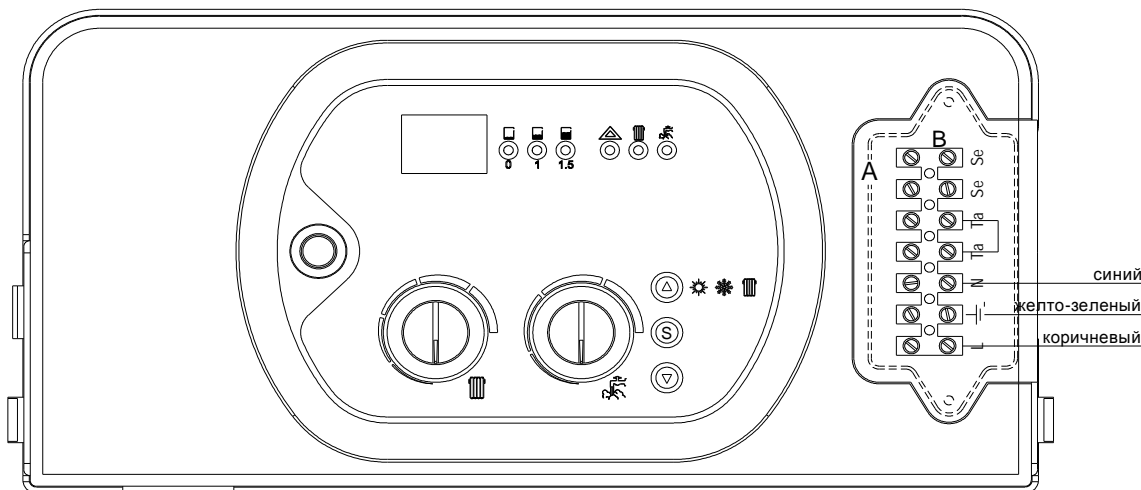

Рисунок 14
2. Удалите мост с клемм ТА (рис. 14).
- Удалить мост TA-TA с клеммной колодки котла (рис.14).